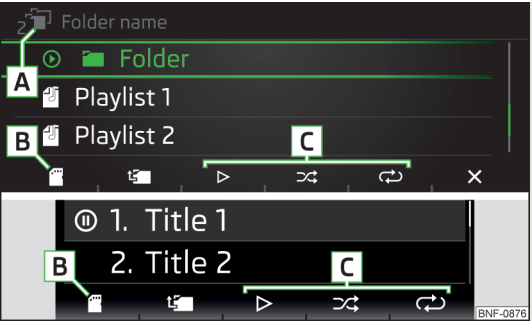

Fig. 104
Mappe-/track-liste » Fig. 104
- Tryk på funktionsknappen flere gange, indtil vises på position **[B]** » Fig. 104 på side 78 i displayet, for at **vælge audiokilden på mappe-/track-listen**.